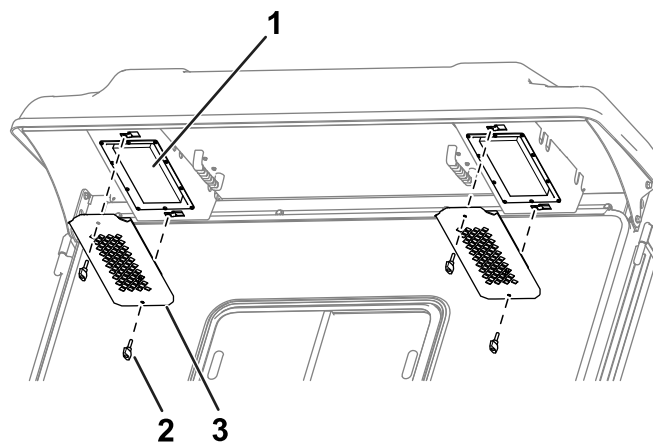

Figure 85
1. Enlevez les boutons et les grilles de l'avancée arrière de la cabine (Figure 85).
4. Utilisez les boutons et les grilles pour reposer les filtres dans la cabine (Figure 85).